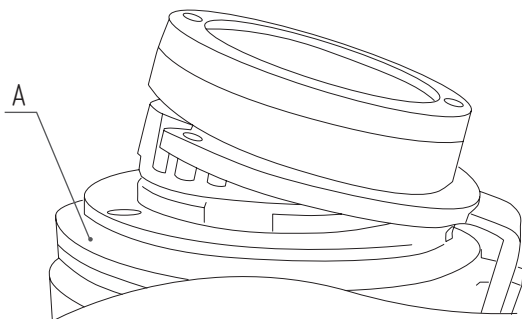

Рис. 5
2. Приподнимите фланец включения блокировки **A** для того, чтобы установить пневматический привод в сборе **[2]** (**Рис. 5**).